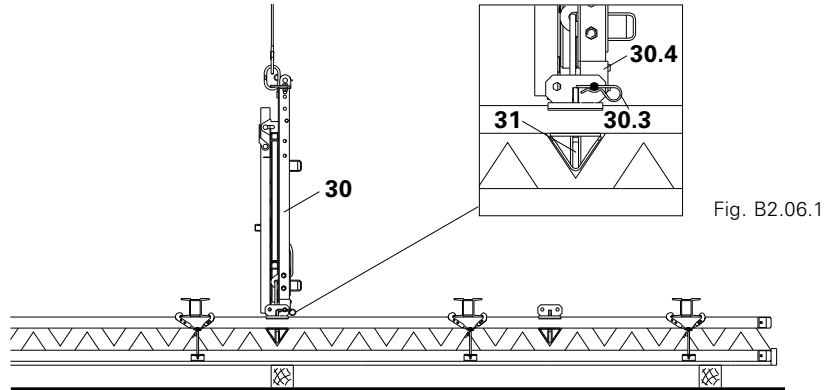

Fig. B2.06
1. Colgar la plataforma (30) de las eslingas de la grúa y trasladar al nivel de montaje.
3. Insertar la regleta (30.4) en la conexión de plataforma (31) y asegurar con bulón en la perforación inferior. (Fig. B2.06 + B2.06.1)